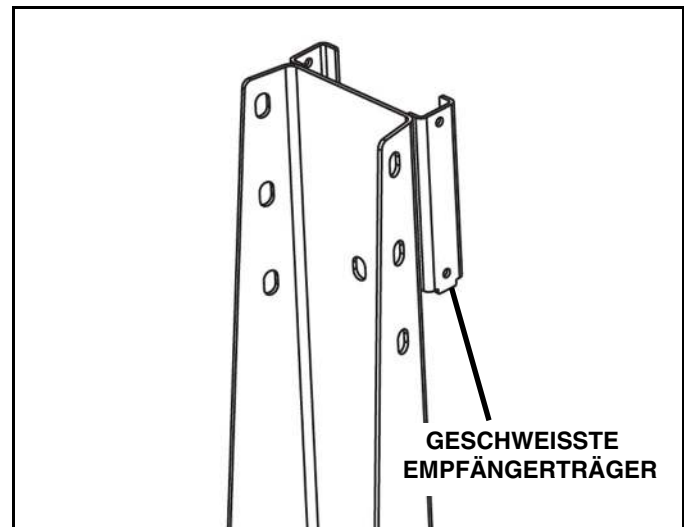

Abb. 1-6
1. Überspringen Sie die Schritte 2 und 3, wenn Ihr Streuer Halterungen für den Empfänger geschweißt hat (Siehe Abb. 1-6). Die Empfängerhalterung aus der Steuerbox kann verworfen werden.